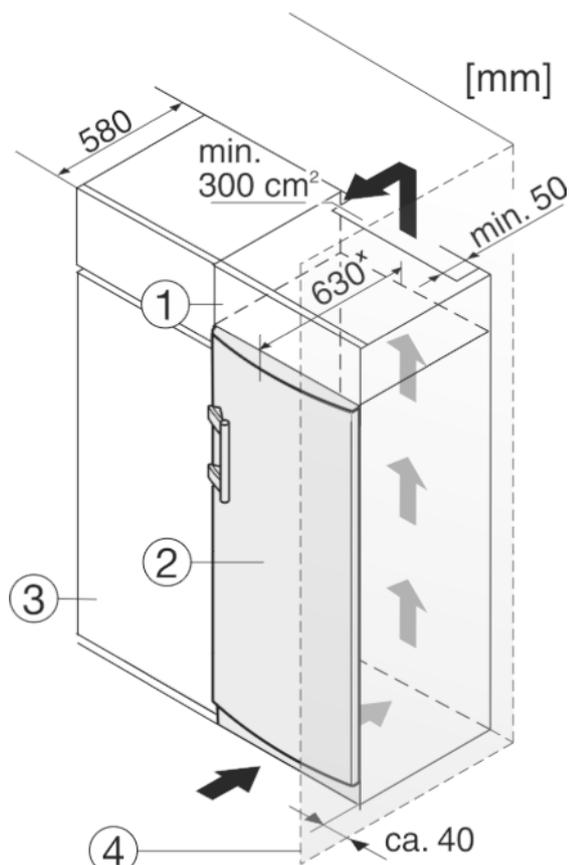

Fig. 11
- (1) Дополнительный шкафчик
- (2) Устройство
- (3) Кухонный шкаф
- (4) Стенка
Устройство может быть окружено кухонными шкафами. Чтобы уравнять устройство *Fig. 11 (2)* по высоте с кухонной стенкой, можно установить над устройством дополнительный шкафчик *Fig. 11 (1)*.
При комбинировании с кухонными шкафами (глубина макс. 580 мм) устройство можно установить непосредственно рядом с кухонным шкафом *Fig. 11 (3)*. Устройство выступает сбоку на 34 мм* и по центру на 50 мм* относительно передней стенки кухонного шкафа.
Если устройство установлено на шарнирах у стены *Fig. 11 (4)*, то расстояние между устройством и стеной должно быть не менее 40 мм. Настолько выступает ручка при открытой дверце.